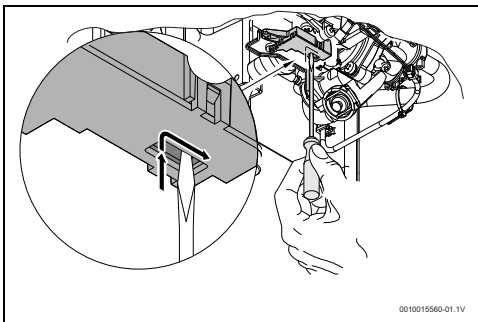

Fig. 29 Reset del microinterruttore
- Posizionare il microinterruttore secondo la fig. 29.